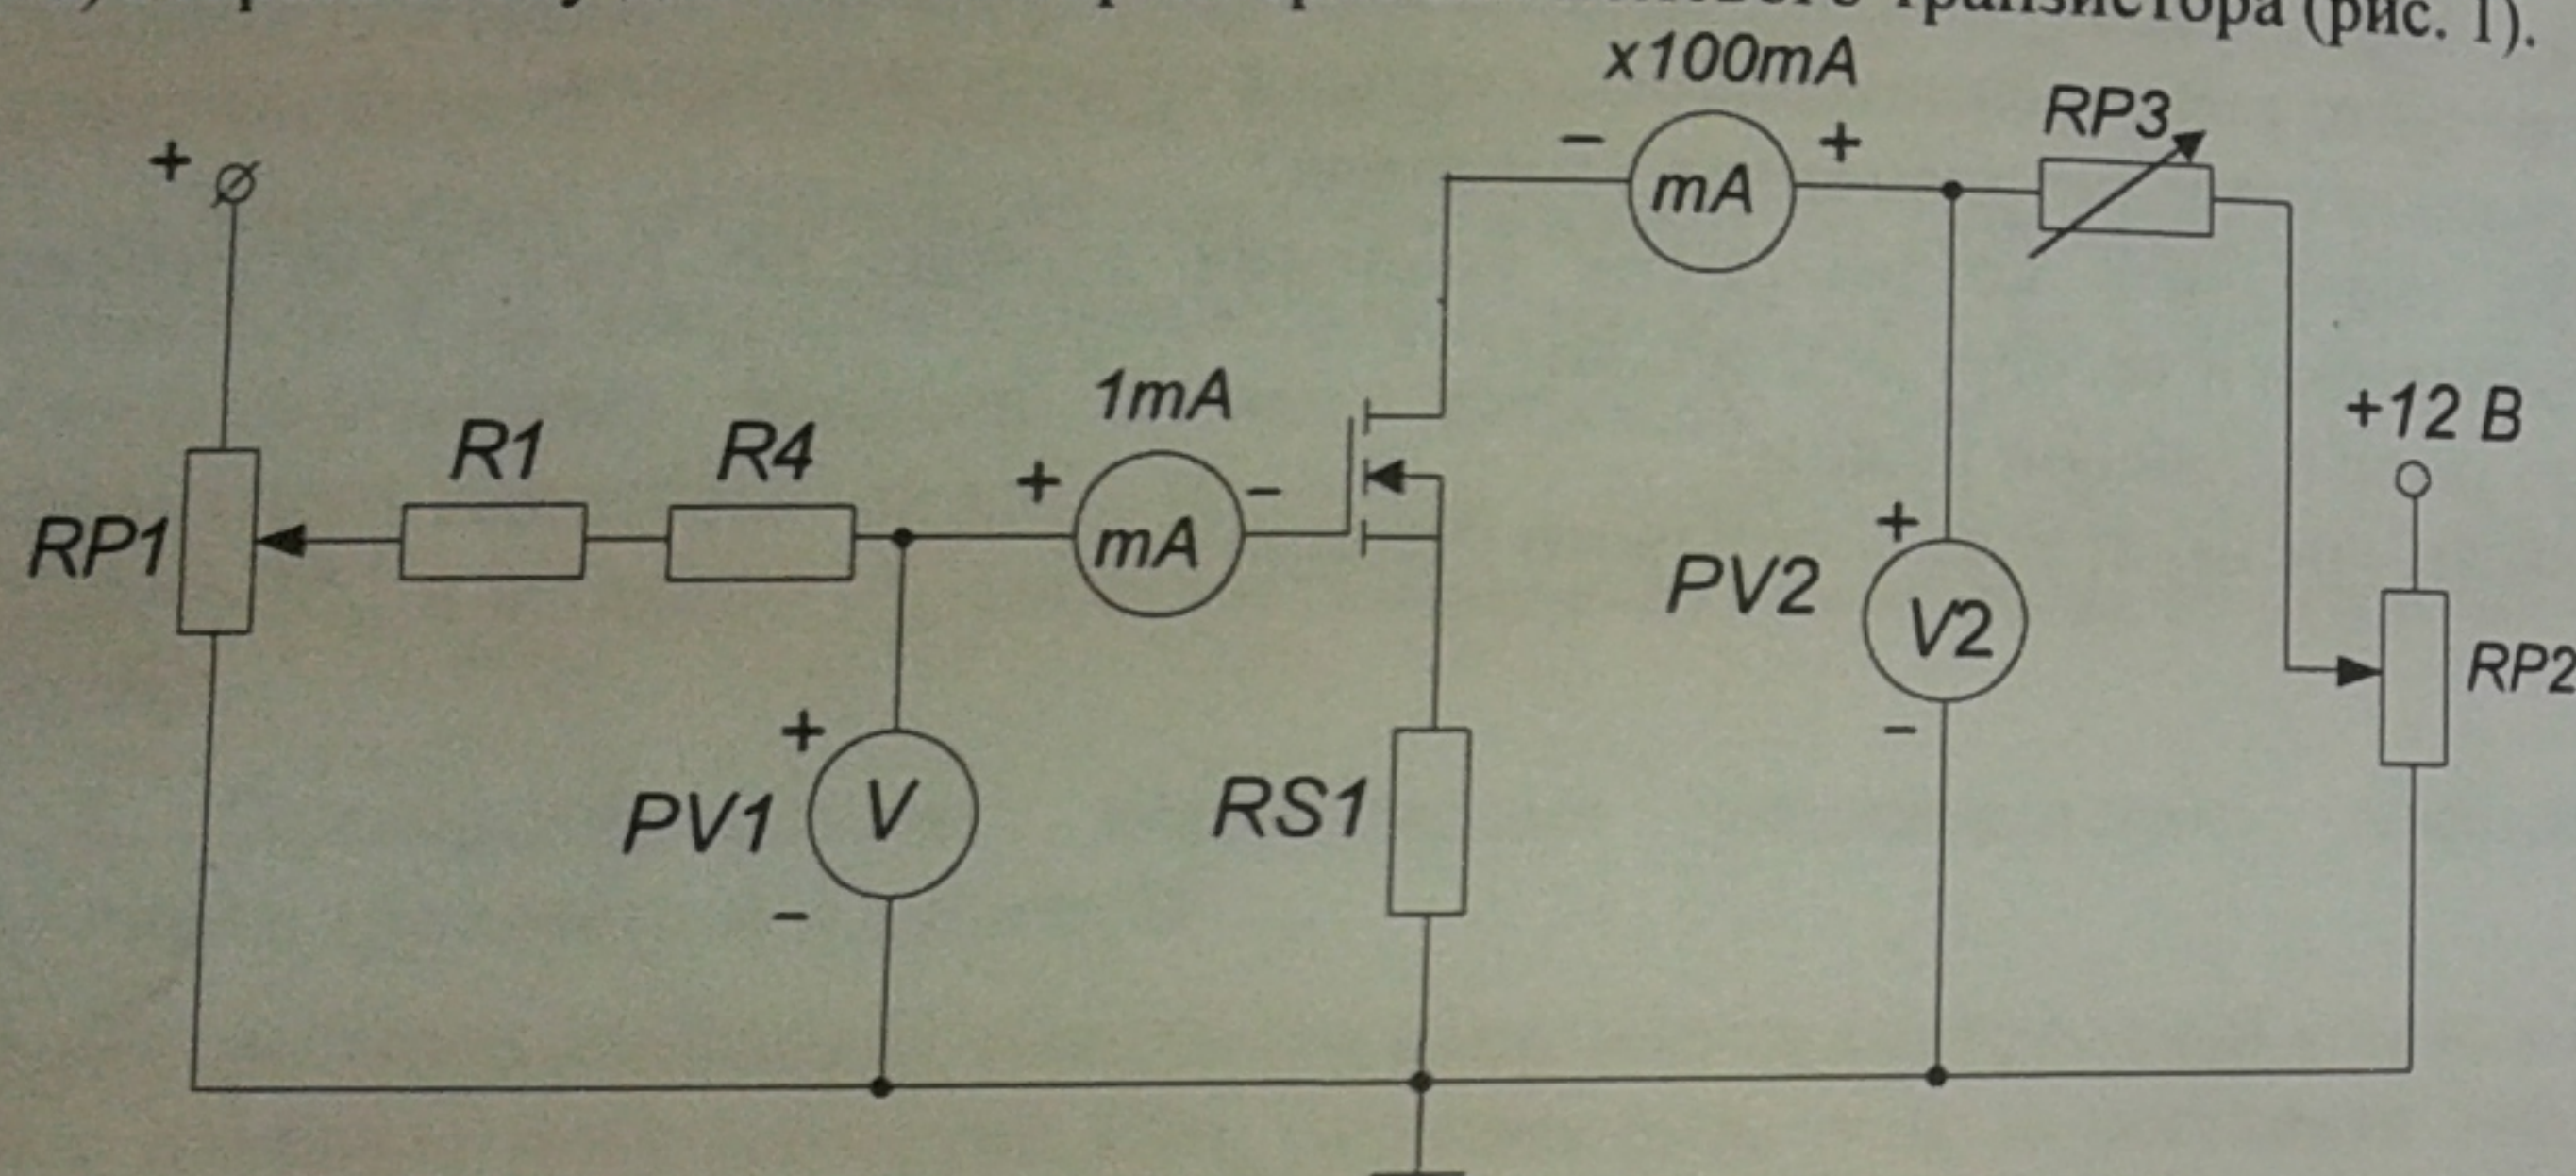

Рис. 1. Схема для снятия характеристик полевого транзистора
- собрать схему для снятия характеристик полевого транзистора (рис. 1).
- снять стокзатворную характеристику $I_c = f(U_3)$ при напряжении на стоке равном заданному значению U_2 и $RP3 = 0$, используя схему на рис. 1. Экспериментальные точки здесь и далее записывать в таблицу и наносить на график. Изменяя напряжение на затворе от нуля до максимального значения при помощи потенциометра $RP1$, снять стокзатворную характеристику при отсутствии нагрузки (коротком $RP3$). При снятии характеристики убедитесь, что ток затвора I_3 мал. На начальном участке характеристики точки снимать чаще;
Переключить осциллограф в режим временной развертки. Включить функциональный генератор и установить синусоидальный сигнал с частотой f в соответствии с таблицей вариантов; уменьшить сигнал до нуля регулятором амплитуды. Переключить вход CH1 осциллографа в положение вход закорочен «GND». Включить питание стенда. При напряжении $U_3 = 0$ установить с помощью потенциометра $RP2$ (см. рис. 1) заданное значение « $=U_2$ » и далее не изменять его при всех экспериментах (не трогать ручку потенциометра $RP2$);